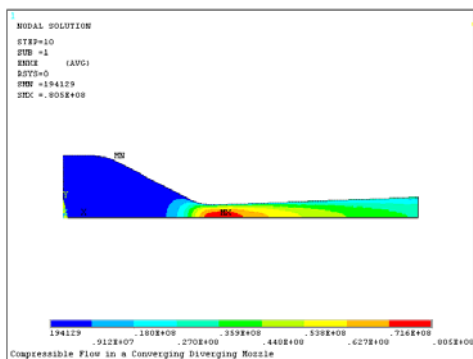

图 6-45 流体轴向湍流动能分布等值线图
⑥重复第②步操作。在“Item to be contoured”列表框中依次选择 DOF Solution→Turbulent kinetic energy, 单击“OK”按钮, ANSYS 窗口将显示如图 6-45 所示的流体轴向湍流动能分布等值线图。